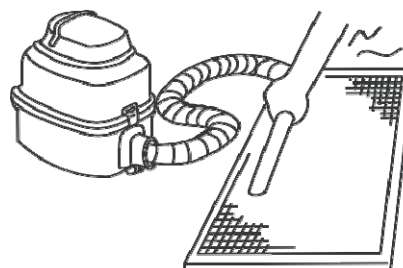

Fig.4-8
- 6 Al usar la aspiradora el lado de entrada de aire del filtro debe mirar hacia arriba. (vea Fig.4-8)